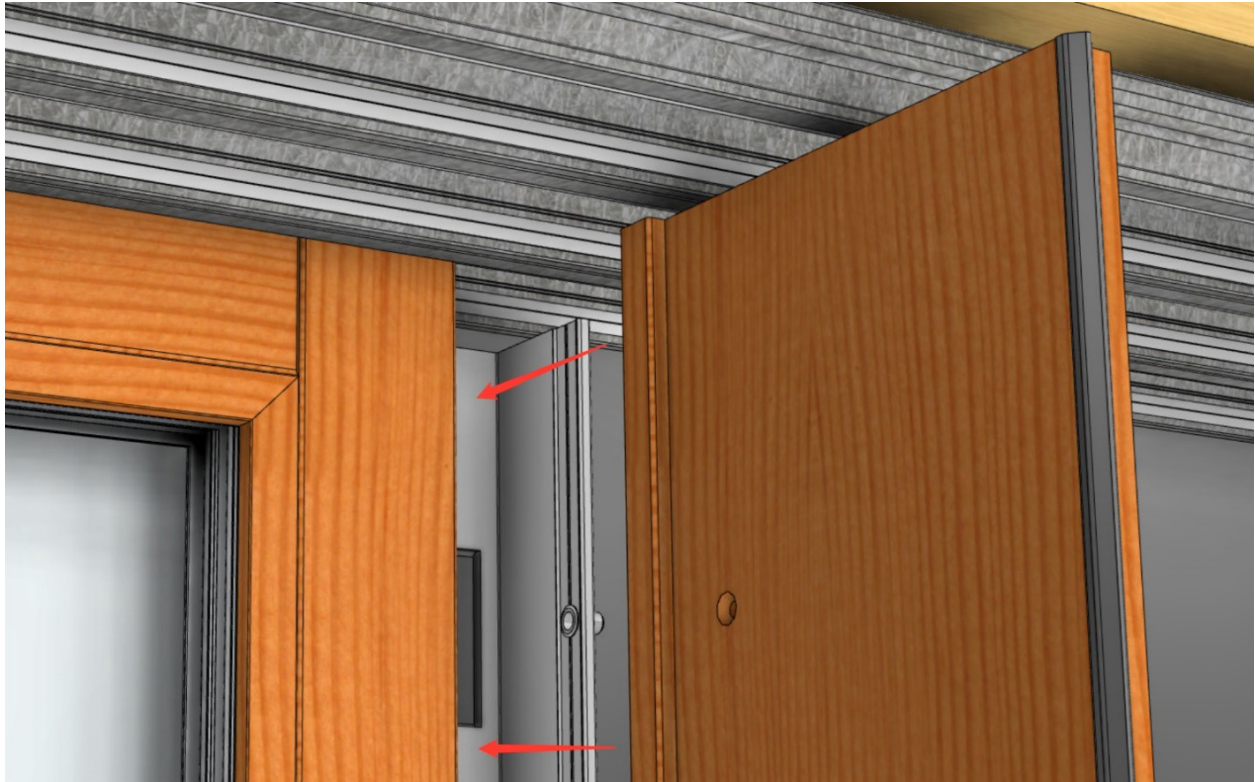

Fig PKT 15
- Deslice el panel entre el montante del encaje y el cierre (Fig. PKT 15).